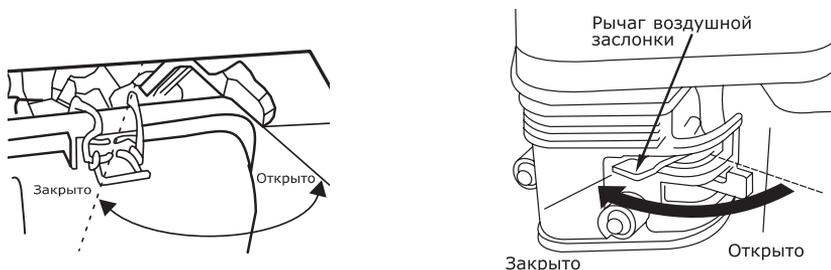

Рис. 14. Топливный кран
6. Поверните топливный кран в положение «Открыто» (**рис. 14**).
- Перекройте топливный кран, установив его в положение «Закрыто» (рис. 14).